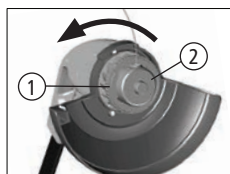

Fig. 09
Mantenha o porta carretel (1) fixo e gire a tampa do carretel (2) no sentido anti-horário, [Fig. 09].